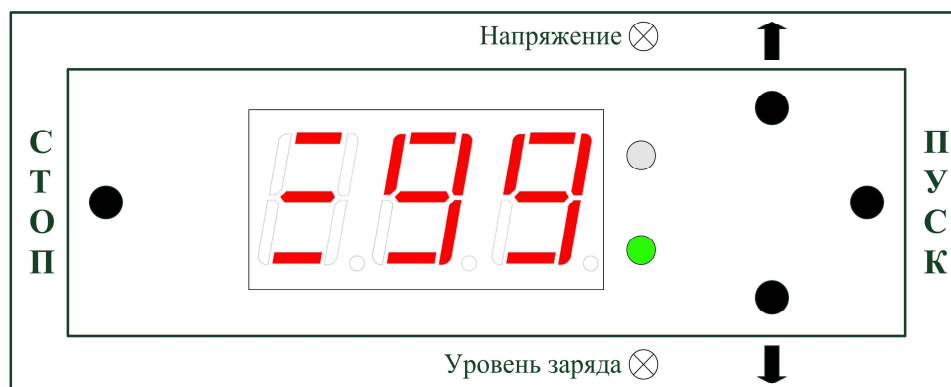

Рисунок 19.
- 5.4.** Если в данный момент ни один звон не проигрывается, вы можете нажать на кнопку «СТОП», чтобы экран отобразил текущий уровень заряда аккумулятора (рисунок 19).